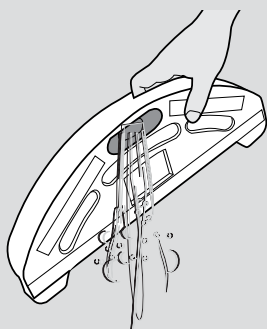

Fig. 16
4. Após esfregar, remover o tanque de água e a esfregona. Abrir a tampa de borracha e despejar a água restante do tanque. [Fig. 16]